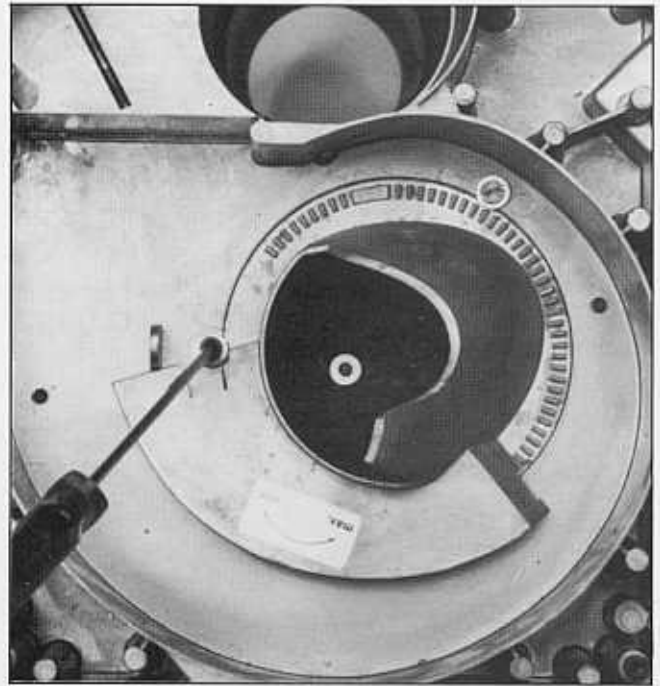

Bild 4: Lufteinlaufdüse
2. Veränderung der Gebläsekennlinie durch einstellbare Lufterlaufdüse Bild 4
### Einstellung der Lufterlaufdüse Bild 4: